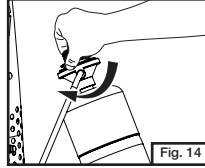

Fig. 14
- Fermez la valve du régulateur (Fig. 14)